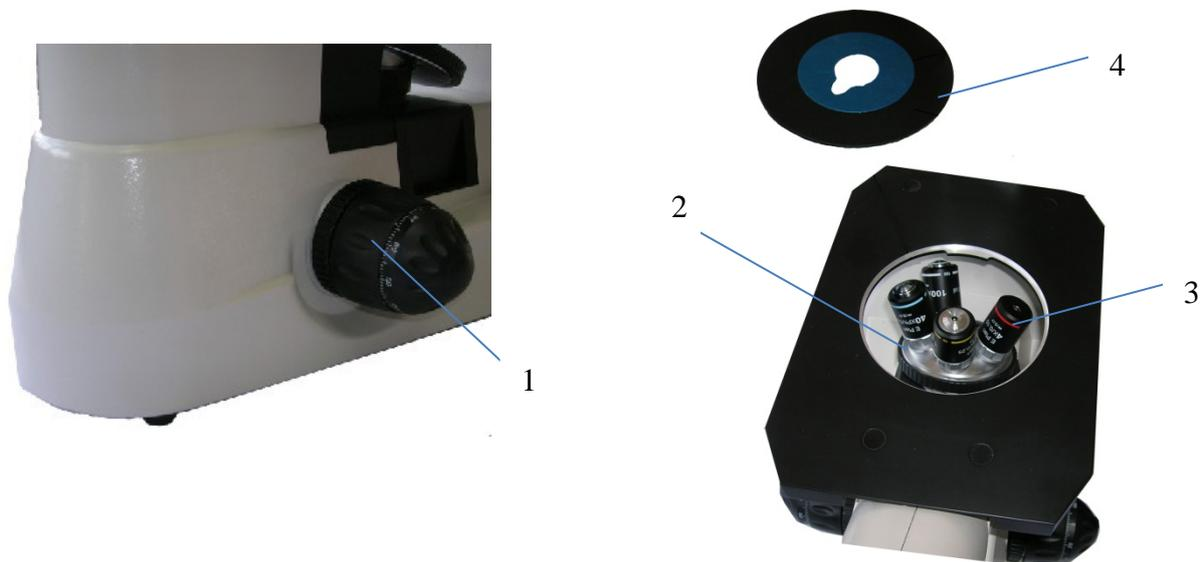

Рис. 5 – Установка объективов и вкладыша
3.10. Установка объективов и вкладыша на предметный столик (рис. 5)